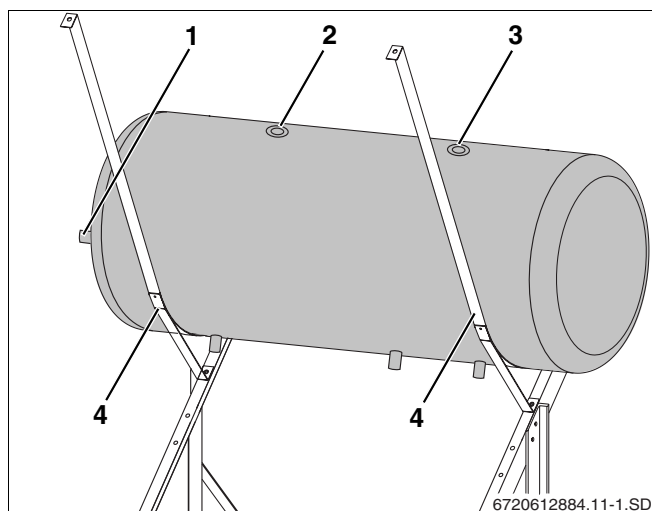

fig. 10 Colocar o termoacumulador nas cintas de aperto
Preste atenção para que a ligação da impulsão (fig. 10, **item 1**) esteja do lado esquerdo, visto da frente.
- ▶ Colocar o termoacumulador nas cintas de aperto (fig. 10, **item 4**).
- ▶ Alinhar o termoacumulador de maneira que este fique no centro das cintas de aperto (fig. 10, **item 4**) e que o lado com as duas ligações (fig. 10, **item 2 e 3**) fique em cima.